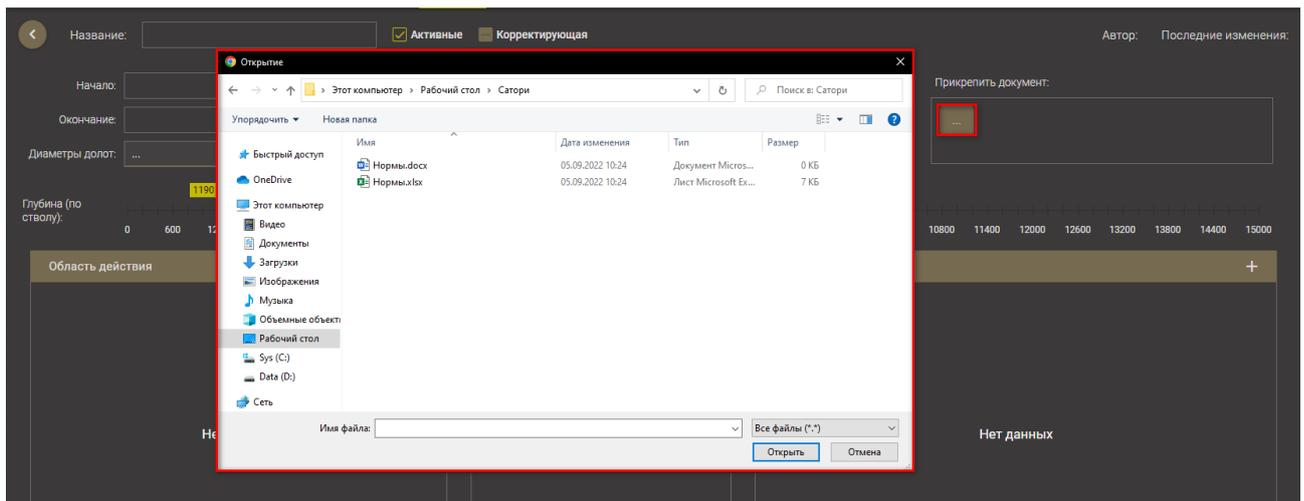
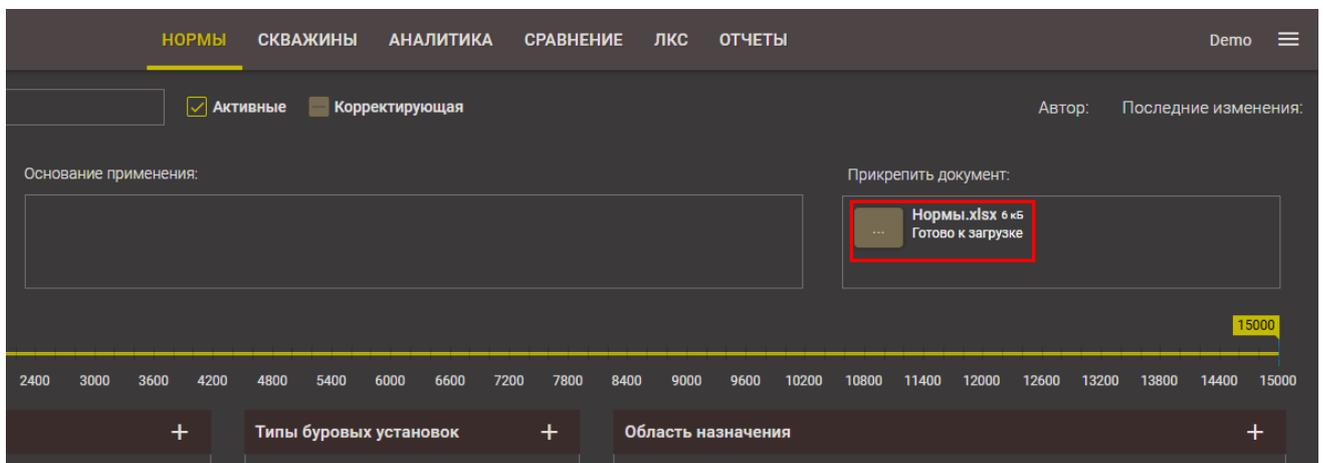

Рис. 2.10
Рис. 2.11
- *Прикрепить документ* – можно прикрепить документ, нажав кнопку  и выбрав документ в стандартном диалоговом окне (рис. 2.10). После выбора документа отобразится его название (рис. 2.11). Документ можно скачать, нажав кнопку .